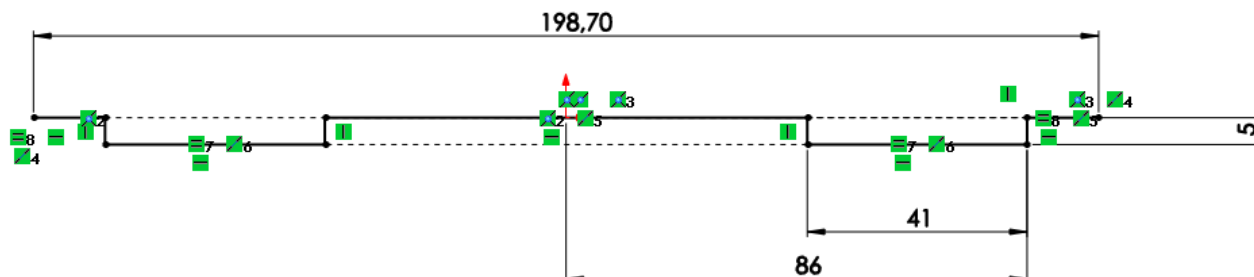

Figura 2.27 - Editando o esboço para a peça **Piso-trilhos**.
5.3. Crie o esboço centralizado na origem e dimensione-o conforme Figura 2.27.